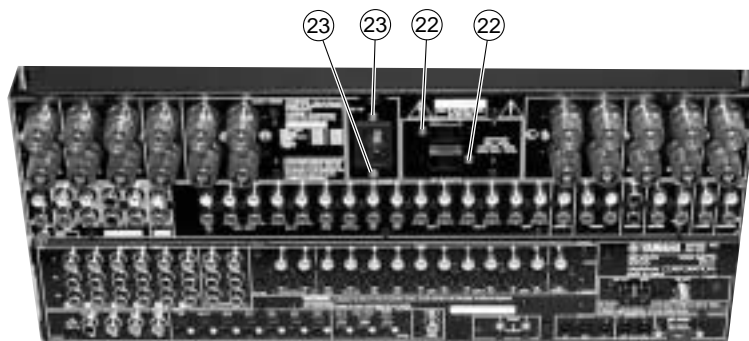
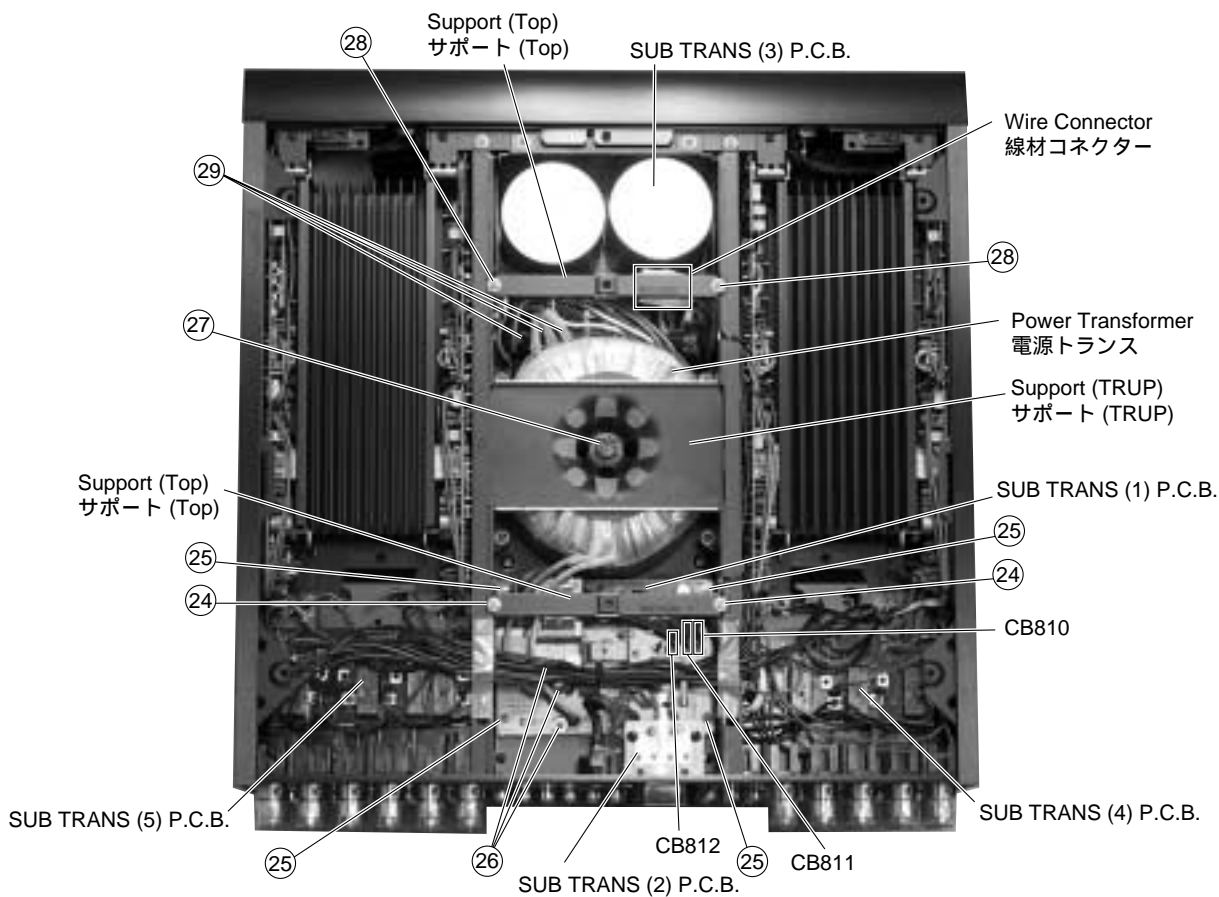
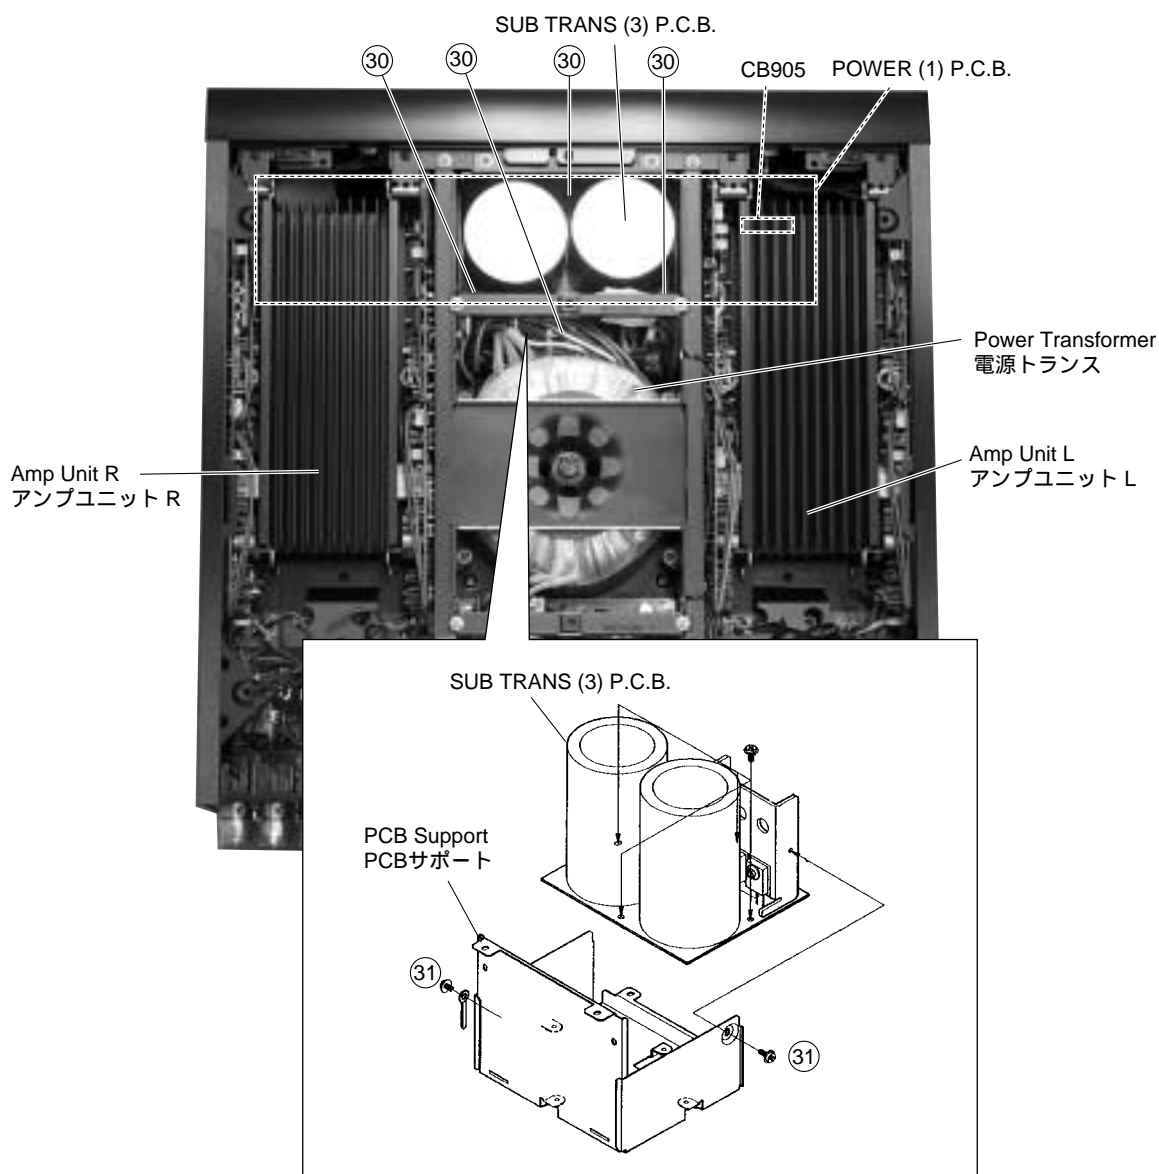

Fig. 11
Fig. 12
Fig. 13
8. Removal of SUB TRANS (1) P.C.B. & SUB TRANS (2) P.C.B.
- a. Remove 2 screws (22) and then remove the AC OUTLET. (Fig. 11)
- b. Remove 2 screws (23) and then remove the AC INLET. (Fig. 11)
- c. Remove 2 screws (24) and then remove the Support (Top). (Fig. 12)
- d. Remove 4 screws (25) and 3 screws (26). (Fig. 12)
- e. Remove connectors CB810 (13P), CB811 (9P) and CB812 (4P). (Fig. 12)
- f. Remove the SUB TRANS (1) P.C.B. and the SUB TRANS (2) P.C.B. (Fig. 12)
- 8. SUB TRANS (1) & SUB TRANS (2) P.C.B.の外し方
- a. 22のネジ2本を外し、AC OUTLETを外します。(Fig. 11)
- b. 23のネジ2本を外し、AC INLETを外します。(Fig. 11)
- c. 24のネジ2本を外し、サポート(TOP)を取り外します。(Fig. 12)
- d. 25のネジ4本と26のネジ3本を外します。(Fig. 12)
- e. コネクターCB810 (13P)、CB811 (9P)、CB812 (4P)を外します。(Fig. 12)
- f. SUB TRANS (1) & SUB TRANS (2) P.C.B.を取り外します。(Fig. 12)
- Remove 1 bolt (27) and then remove the Support (TRUP). (Fig. 12)
- Remove 2 screws (28) and then remove the Support (Top). (Fig. 12)
- Remove 3 screws (26) and 3 screws (29). (Fig. 12)
- Remove the wire connector. (Fig. 12)
- Remove the Power Transformer. (Fig. 12)
- 27のボルトを外し、サポート(TRUP)を取り外します。(Fig. 12)
- 28のネジ2本を外し、サポート(TOP)を取り外します。(Fig. 12)
- 26のネジ3本と29のネジ3本を外します。(Fig. 12)
- 線材コネクタを外します。(Fig. 12)
- 電源トランスを取り外します。(Fig. 12)
10. Removal of SUB TRANS (3) P.C.B.
- Remove 4 screws (30). (Fig. 13)
- Remove 2 screws (31). (Fig. 13)
- Remove connector CB905 (7P). (Fig. 13)
- Remove the SUB TRANS (3) P.C.B. (Fig. 13)
10. SUB TRANS (3) P.C.B.の外し方